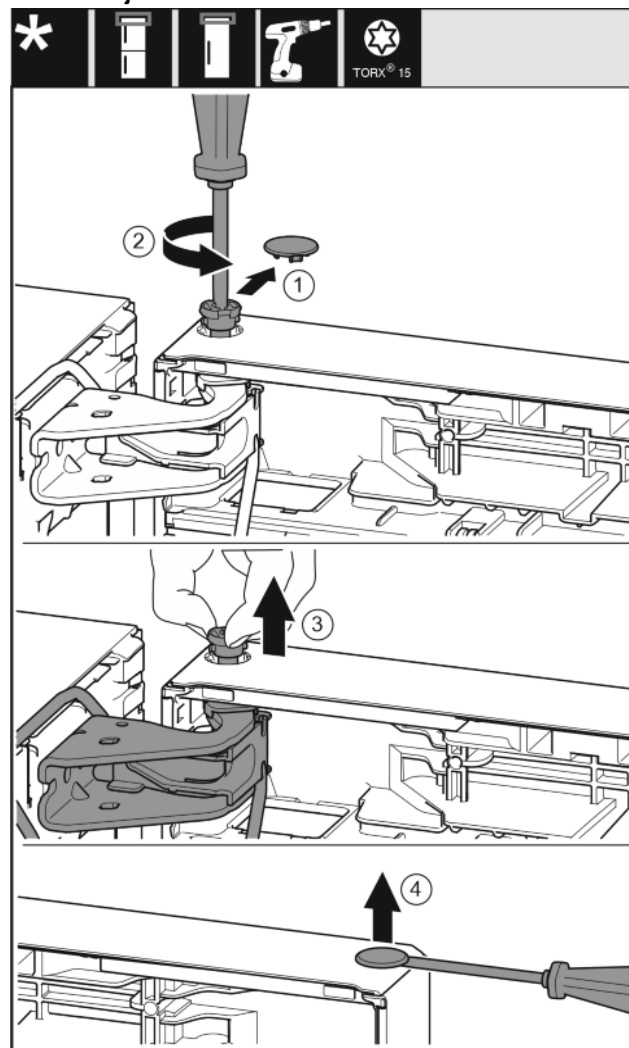

Fig. 18
- ▶ Oprezno skinite sigurnosni pokrov. *Fig. 18 (1)*
- ▶ Odvijačem T15 malo odvijte svornjak. *Fig. 18 (2)*
- ▶ Čvrsto držite vrata i prstima izvucite svornjak. *Fig. 18 (3)*
- ▶ Ravnim odvijačem oprežno podignite čep iz čahure ležaja vrata i izvucite ga. *Fig. 18 (4)*